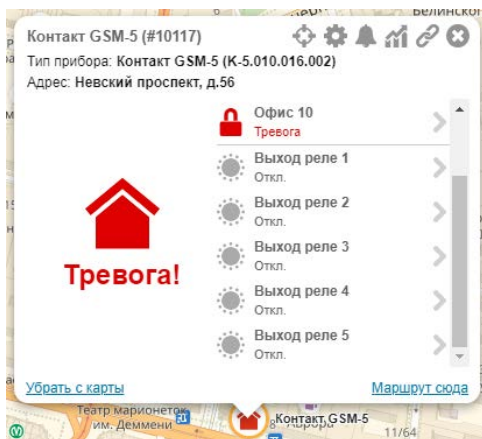

Рисунок 43. Выноска объекта
- После добавления выходы появятся в выноске объекта (рис. 43);